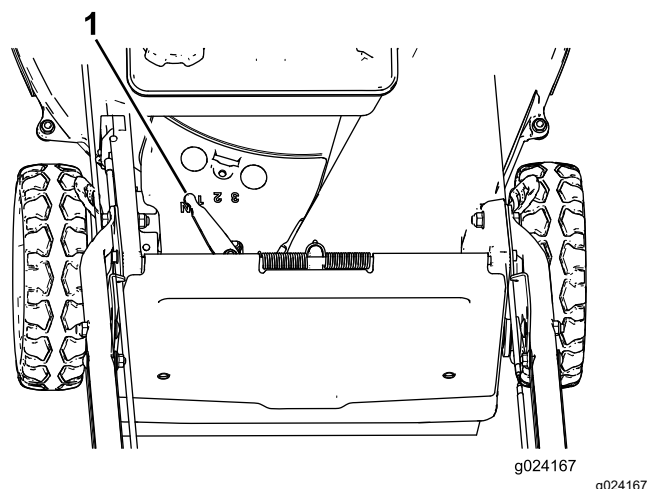

Figura 16
Questa macchina ha 3 velocità di trazione: 1 (lenta), 2 (media) e 3 (veloce); ha anche una posizione di folle (N). La leva di trazione automatica è situata sotto e dietro il serbatoio del carburante (Figura 16).